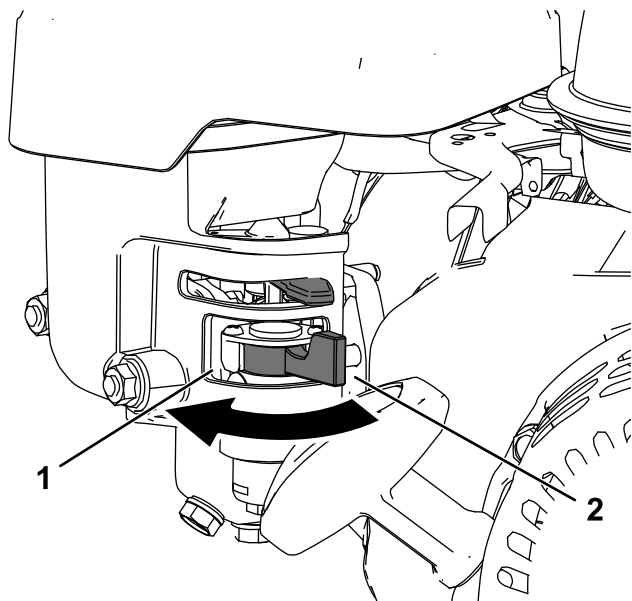

Рисунок 19
- Чтобы открыть топливный клапан, поверните рычаг отсечного топливного клапана в сторону рукоятки механического стартера (Рисунок 19).
- Чтобы закрыть топливный клапан, поверните рычаг отсечного топливного клапана в сторону от рукоятки механического стартера (Рисунок 19).